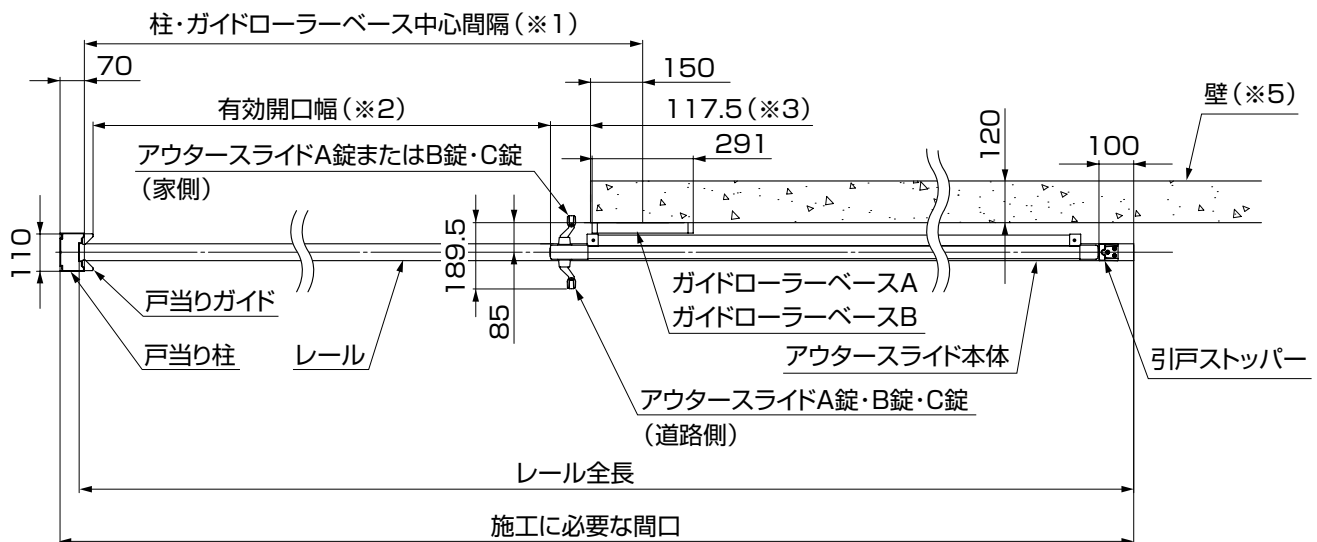

図1-9
- アウトースライドA錠を使用する場合は、壁の位置を有効開口幅から117.5広げて施工してください。家側の把手が操作しづらくなったり、操作中に手を挟んで思わぬケガにつながる可能性があります。(※3)(図1-9参照)